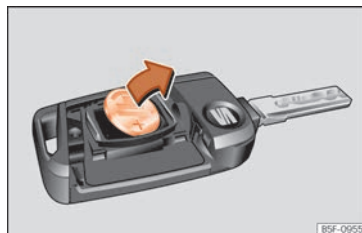

Abb. 74 Fahrzeugschlüssel: Batterie herausnehmen.
- Batterie mit einem geeigneten dünnen Gegenstand aus dem Batteriefach heraushebeln »» **Abb. 74**.
- Neue Batterie wie gezeigt ansetzen »» **Abb. 74** und entgegen der Pfeilrichtung in das Batteriefach drücken »» ❷.